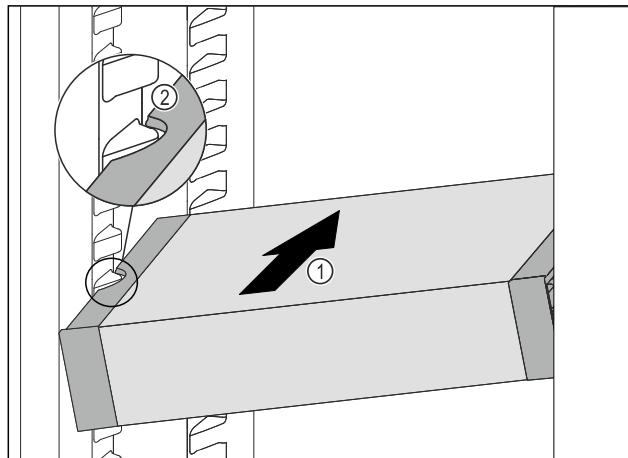

Fig. 73
- Împingeți VarioSafe oblic în frigider Fig. 73 (1), până când degajările laterale Fig. 73 (2) ale VarioSafe se află la înălțimea nervurii recipientului din frigider.